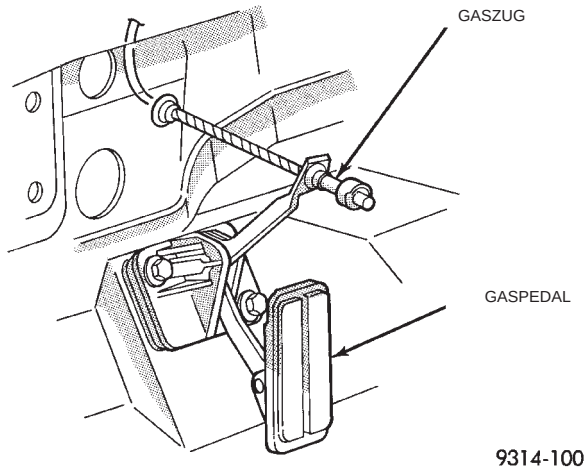
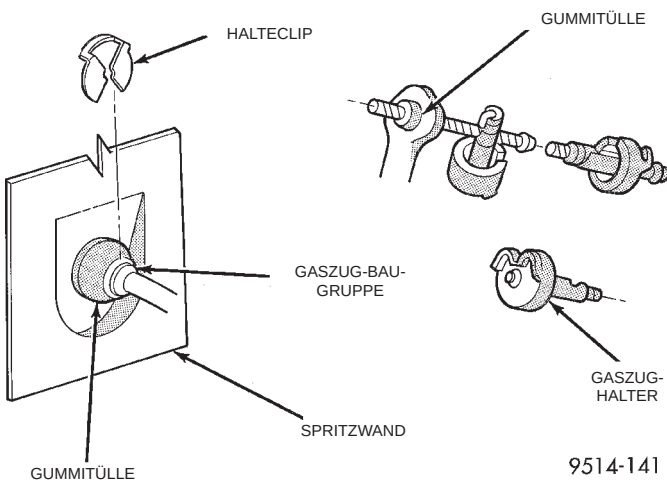

Abb. 29 Gaspedal und Gaszug
Abb. 30 Aus-/Einbau, Gaszug
- (1) Vom Motorraum aus den Drosselklappenhebel des Drosselklappengehäuses in Stellung "Vollast" halten. Den Gaszug am Nocken des Drosselklappengehäuses aushängen.
- (2) Vom Fahrzeuginnenraum aus das Gaspedal nach oben drücken und dann den Gaszughalter und den Gaszug am oberen Ende der Pedalwelle demonstrieren (Abb. 29) und (Abb. 30).